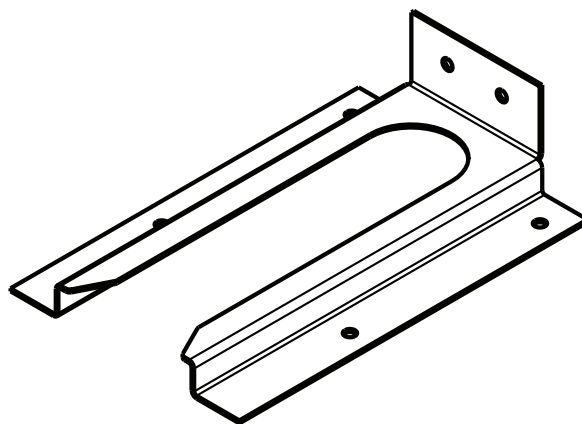
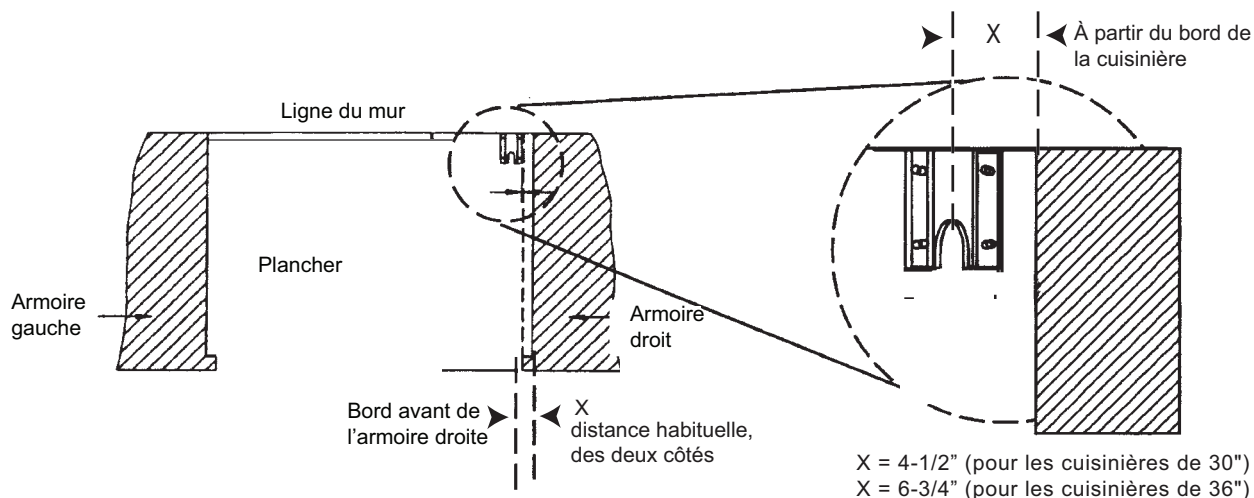

Figure 6 : Patte antibasculé
Figure 7 : Mise en place de la patte antibascule (vue du haut)
Pour toutes les cuisinières à combustion jumelée de 30 po et 36 po (Figure 6 et Figure 7)
1. Placez la patte sur l'emplacement comme indiqué à la Figure 7 (la patte peut être utilisée dans un des coins de l'installation).